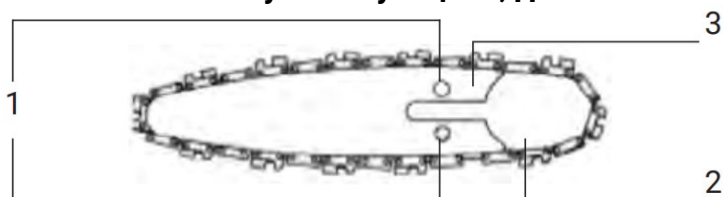

Рис. 2
- установить цепь направляющими зубцами в направляющую пильной шины, при этом зубья цепи должны располагаться так, как показано на рис. 2;
- совместить направляющие пилы с отверстиями (рис. 2, поз. 1) на пильной шине;